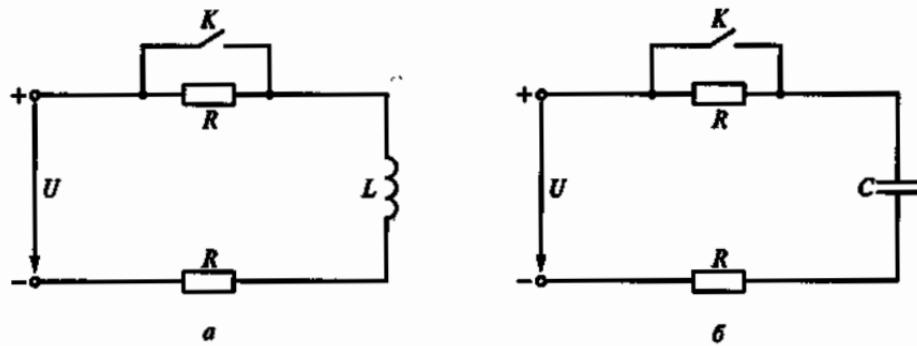

Рис. 144
4.11. В каком соотношении находятся длительности $t_{\text{вкл}}$ и $t_{\text{выкл}}$ переходных процессов цепей на рис. 144 соответственно при включении и выключении ключа K , если учесть, что эти соотношения аналогичны соотношениям их постоянных времени?
Цепь на рис. 144, а: 1. $t_{\text{вкл}} = t_{\text{выкл}}$. 2. $t_{\text{вкл}} < t_{\text{выкл}}$.
Цепь на рис. 144, б: 3. $t_{\text{вкл}} = t_{\text{выкл}}$. 4. $t_{\text{вкл}} < t_{\text{выкл}}$.